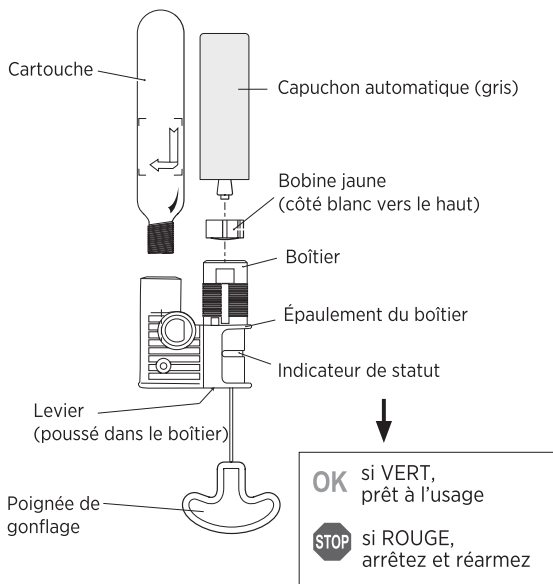

FIGURE 7 MD2040 MODE AUTOMATIQUE
5. IMPORTANT! La bobine jaune doit être installée dans le boîtier avec le côté blanc vers le haut (Fig. 7). Aligned les rainures de la bobine avec les languettes dans l'orifice du boîtier et insérez-la.
1. Repérez le mécanisme de gonflage et sortez-le de son compartiment. (Fig. 7).
7. **IMPORTANT!** La bobine jaune doit être installée dans le boîtier avec le côté blanc vers le haut (Fig. 7). Alignez les rainures de la bobine avec les languettes dans l'orifice du boîtier et insérez-la.
11. Examinez l'indicateur de statut (Fig. 7) et assurez-vous qu'il est VERT. Si l'indicateur est rouge, le mécanisme de gonflage a été déclenché ou n'est pas armé correctement et doit être réarmé.